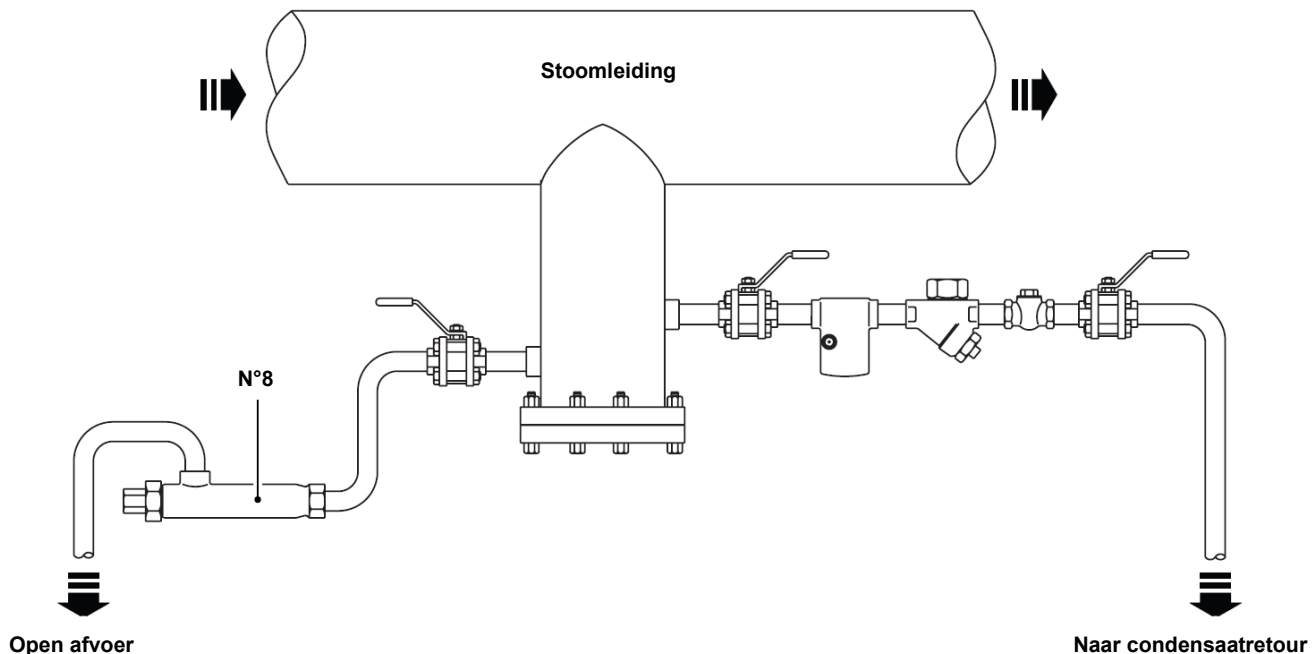

Fig. 2
- 3.5.** Door zijn vaste afvoertemperatuur kan de vloeistofexpansiecondenspot gebruikt worden als condenspot bij stilstand. De uitlaat moet steeds naar boven gericht zijn (zie fig. 2) zodat het met olie gevuld element steeds ondergedompeld is. Het condensaat moet via een open afvoer worden afgeleid naar een veilige plaats onder het lichaam van de condenspot. De vloeistofcondenspot voert enkel condensaat af bij een temperatuur tussen 60 en 100°C en moet dus gebruikt worden in combinatie met een normale condenspot.